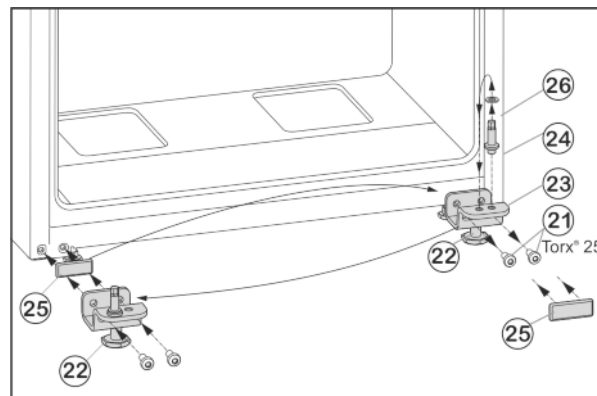

Fig. 7
- ▶ Tekerje le a rögzítőcsavarokat Fig. 7 (21).
- ▶ Vegye le a teljes alsó csapágybakot Fig. 7 (23) a csapágyzeggel Fig. 7 (24), az alátétet Fig. 7 (26) és a beállító lábbal Fig. 7 (22).
- ▶ Csavarozza le a teljes csapágybakot Fig. 7 (24) az alátétet Fig. 7 (26), helyezze át a csapágybak túloldali felvő furatába, és csavarozza vissza.
- ▶ Óvatosan vegye le a fedőlemezt Fig. 7 (25), és helyezze át az ellenkező oldalra.
- ▶ A teljes alsó csapágybakot *Fig. 7 (23)* a csapszeggel *Fig. 7 (24)*, az alátéttel *Fig. 7 (26)* és a beállító lábbal *Fig. 7 (22)* a csuklópánt új oldalán **erősen (4 Nm-es nyomatékkal)** csavarozza vissza, adott esetben egy akkus csavarhúzó használatával.
- ▶ Az alsó ajtót felülről helyezze a csapszegre *Fig. 7 (24)*.
- ▶ Tekerje ki az állítólábat *Fig. 7 (22)* az alsó csapágybakból *Fig. 7 (23)*, míg hozzá nem ér a talajhoz.